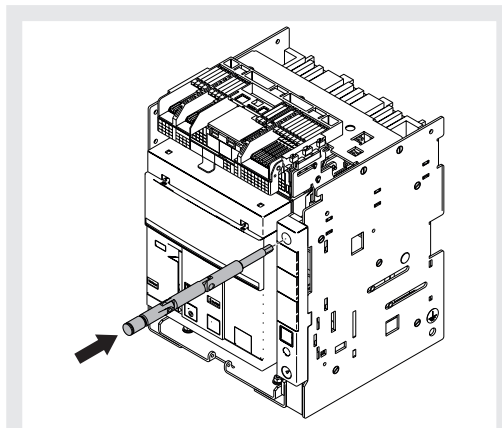

Figure 38
9. Remettre la manivelle dans son logement. Voir Figure 38.